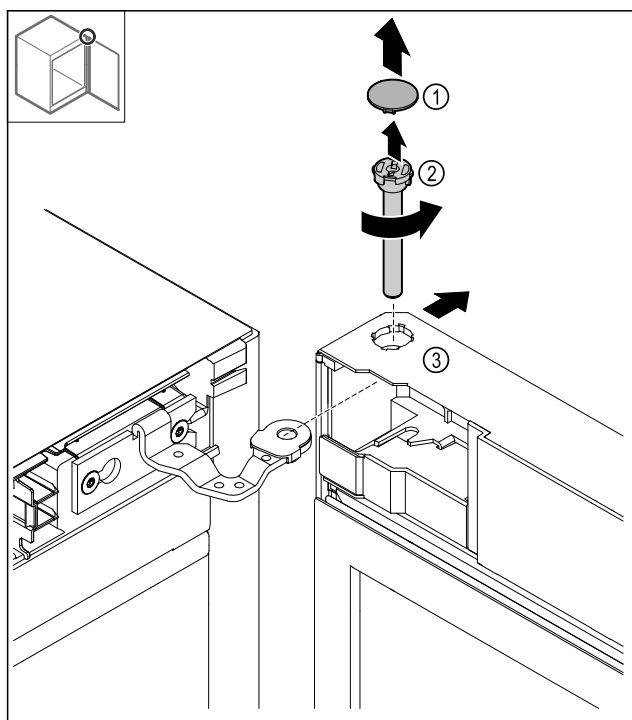

Fig. 18
- ▶ Odstranite pokrov Fig. 18 (1).
- ▶ Sornik Fig. 18 (2) odvijte v nasprotni smeri urinega kazalca in ga odstranite.
- ▶ Rahlo nagnite vrata Fig. 18 (3).